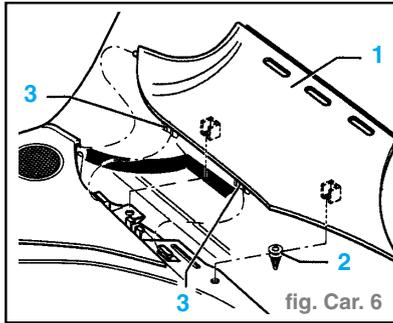

fig. Car. 6
- En faisant levier par le haut, dégager des clips (3) et des agrafes (2), l'écran (1) à gauche et à droite du tableau de bord. (fig. Car. 6)